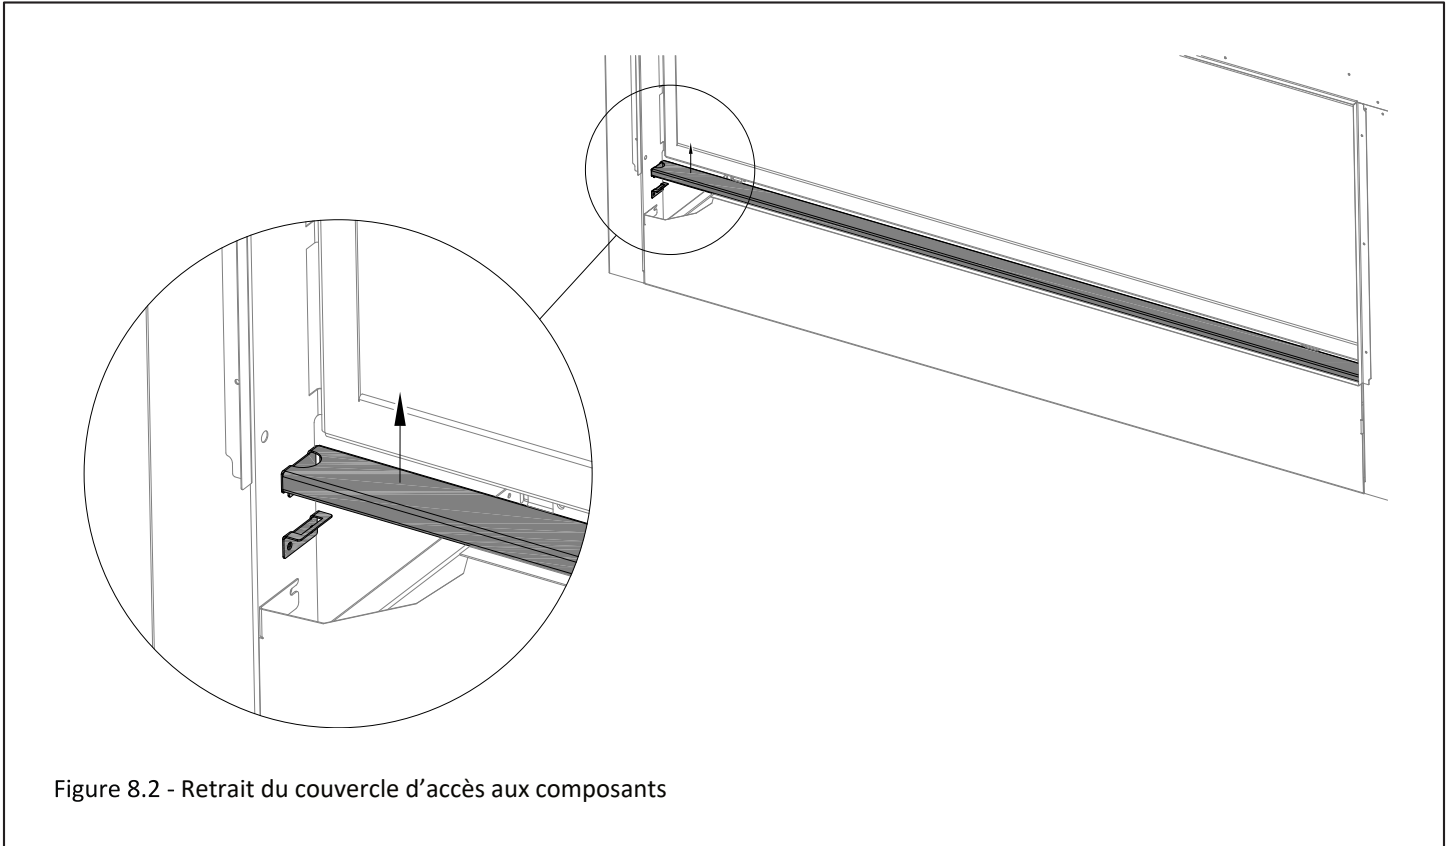

Figure 8.2 - Retrait du couvercle d'accès aux composants
2. Soulevez et retirez le couvercle d'accès aux composants pour accéder au compartiment sous le foyer. Voir la Figure 8.2.